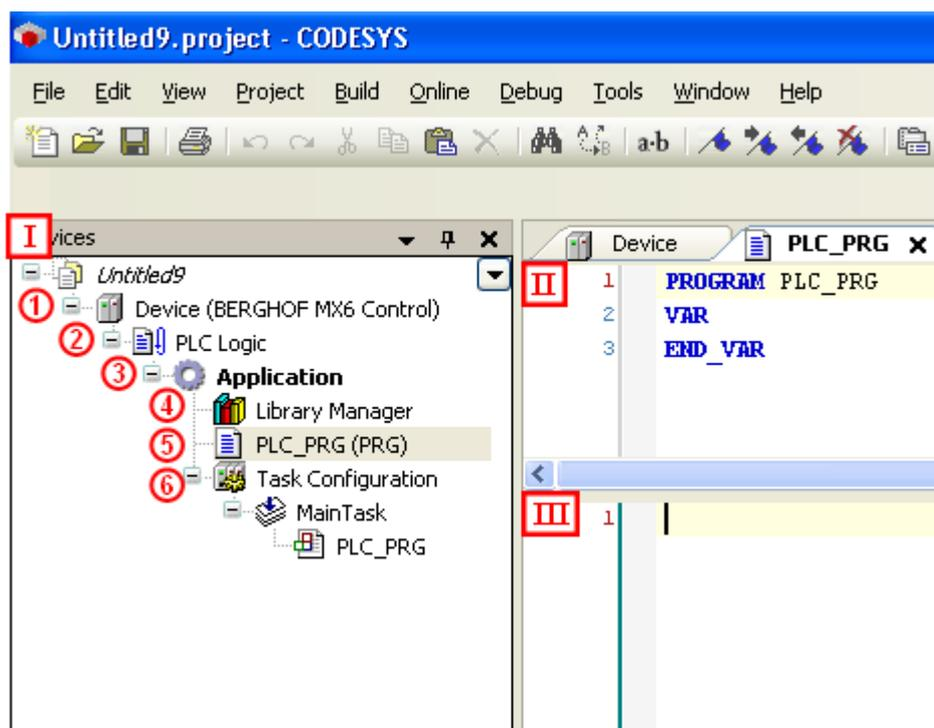

Рисунок 9.23 — Окно нового проекта
Окно проекта CODESYS состоит из следующих основных элементов (см. рис. 9.23):
- 1) Дважды щелкнуть мышью на Целевую платформу в проекта (№ 1 на рис. 9.23). В правой части окна откроется вкладка **Communication Settings**.